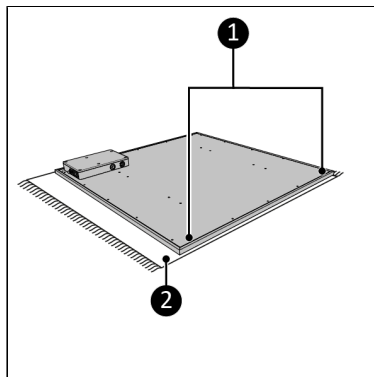

Figure 86.
1. Posez l'appareil sur une surface douce et stable (Figure 86, pos. 2).